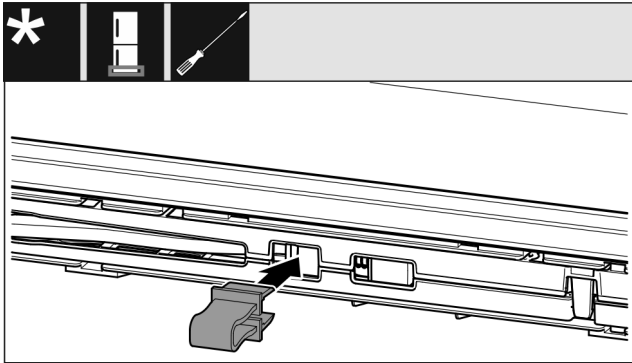

Fig. 14
- ▶ Beveiliging in opening vastklikken. (zie Fig. 14)